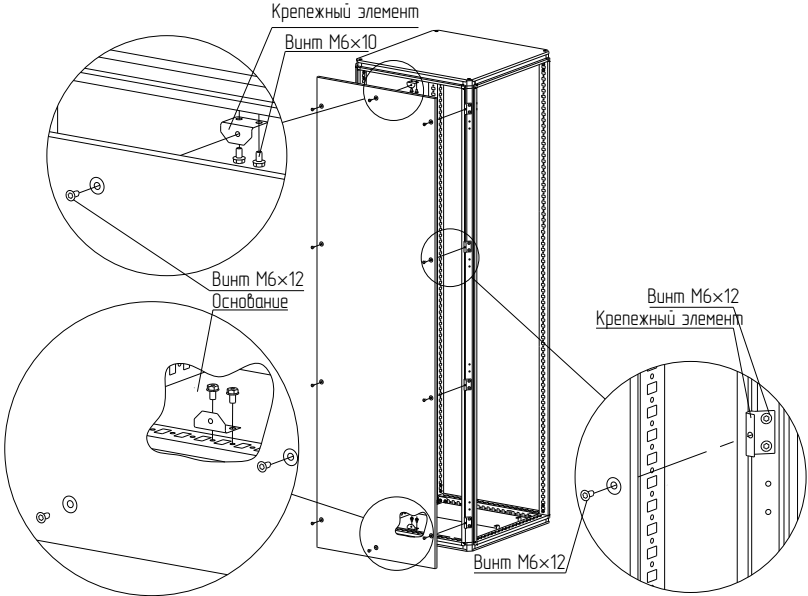

Рисунок 4
4.2.2 Закрепите восемь крепежных элементов на стойках каркаса (Рисунок 4).
4.2.4 Подвесьте панель заднюю на кромке каркаса, используя кронштейны, закреплённые на внутренней поверхности панели задней, и вкрутите винты М6×12 в крепёжные элементы (рисунок 4).
4.12.2 Закрепите восемь крепежных элементов на стойках каркаса (Рисунок 4). Для крепления использовать винты М6×12. Момент затяжки – 7 Н·м.